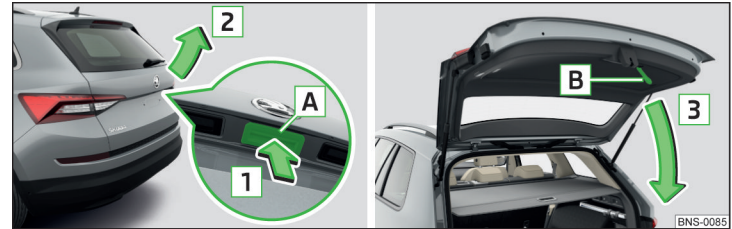

Abb. 62 Gepäckraumklappe öffnen/schließen
- Zum **Öffnen** die Taste **A** in Pfeilrichtung **1** drücken » Abb. 62.
Die Taste **A** » Abb. 62 wird beim Anfahren bzw. ab einer Geschwindigkeit von mehr als 5 km/h deaktiviert. Nach dem Anhalten und Öffnen einer Tür wird die Taste wieder aktiviert.
- Die Taste **A** » Abb. 62 auf Seite 73 wird beim Anfahren bzw. ab einer Geschwindigkeit von mehr als 5 km/h deaktiviert. Nach dem Anhalten und Öffnen einer Tür wird die Taste wieder aktiviert.